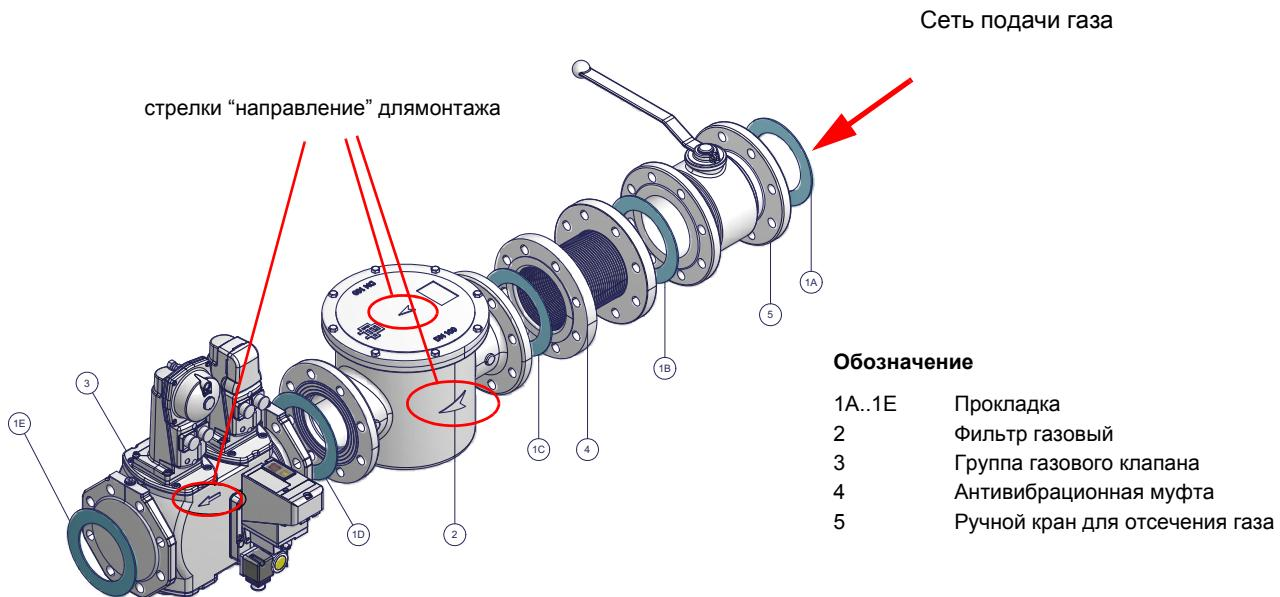

Рис. 2 - Пример газовой рампы
- 1 - б) при фланцевых соединениях: между соседними компонентами устанавливать прокладку (1A..1E - Рис. 2), совместимую с используемым газом,
ВНИМАНИЕ: после монтажа газовой рампы согласно схеме на Рис. 2, необходимо провести тестирование на герметичность газового контура, согласно требований действующих нормативов.